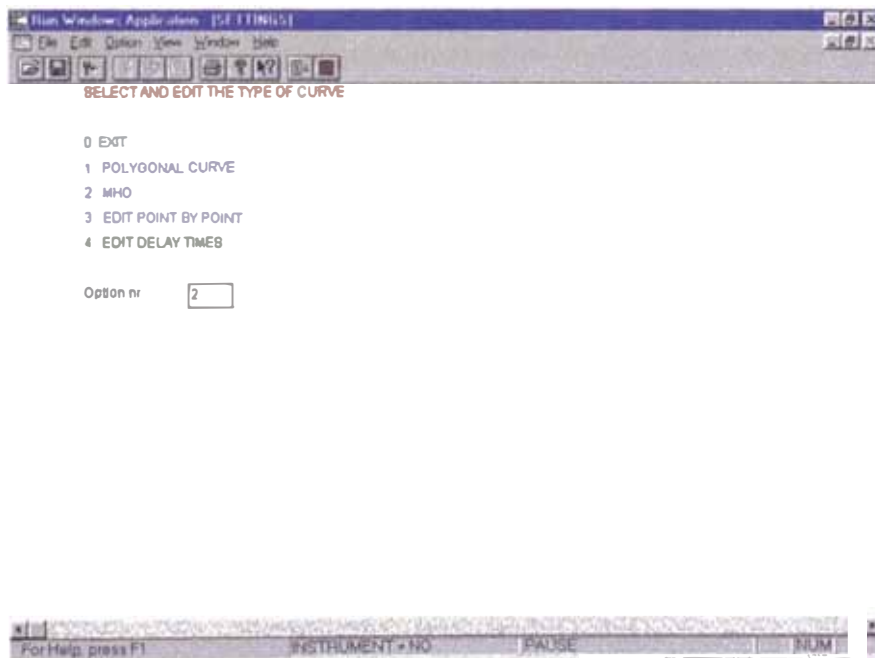

Figura IV.22
- Luego aparecerá un grupo de páginas donde uno elegirá el tipo de curva (Figura IV 22) del relé. Luego aparece una página donde se pide el número de zonas.